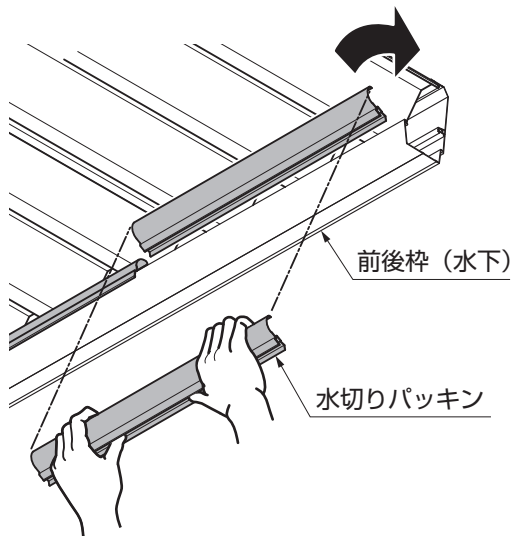

図8-1
- ①前後枠（水下）に水切りパッキンを図8-1のようにかぶせ、回転させながらはめ込んでください。